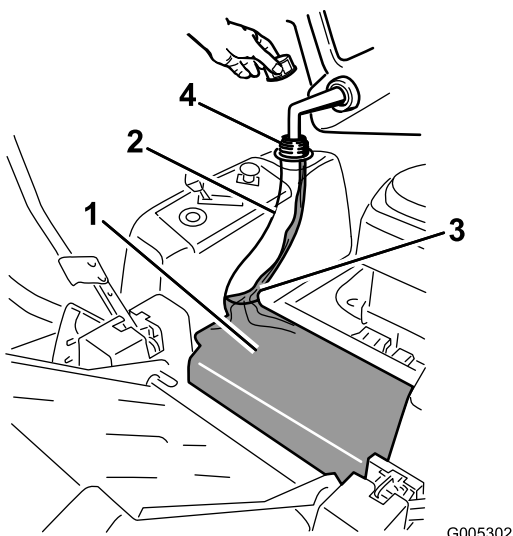

Figure 9
3. Ajoutez de l'essence ordinaire sans plomb jusqu'à ce que le réservoir soit plein, mais sans faire monter l'essence dans le goulot (Figure 9). L'espace au-dessus doit rester vide pour permettre à l'essence de se dilater. Ne remplissez pas le réservoir complètement.